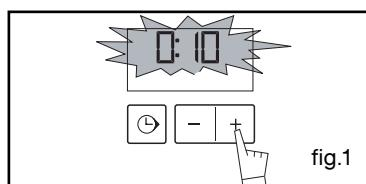

fig.1
- Regule e valide a hora do programador a 0h10 (fig.1).